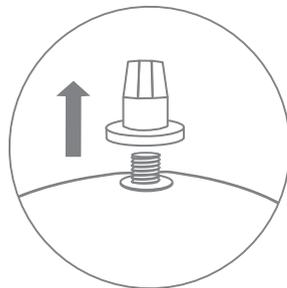

Рис. 24
3. Удалите транспортную заглушку (рис. 24), которая закрывает резьбовой штуцер подключения воды: в верхней части накопительного бака открутите транспортную заглушку против часовой стрелки.